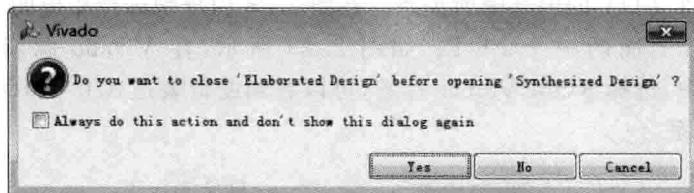

图 2.26 提示关闭前面界面对话框界面
- (4) 单击 OK 按钮。
- (5) 如图 2.26 所示,出现对话框,提示关闭前面执行 Elaborated Design 所打开的原理图界面,单击 Yes 按钮。Vivado 开始执行综合过程。